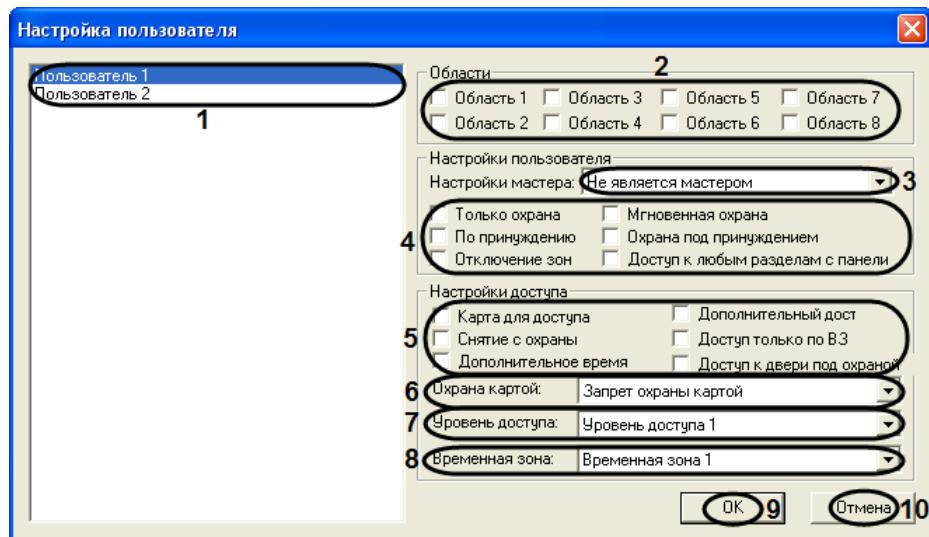

Рис. 3.2—7. Настройка пользователя
4. Список 1 (см. Рис. 3.2—7, 1) содержит пользователей, зарегистрированных в ПК ACFA *Intellect*. Данные пользователи считаются также пользователями системы *Digiplex EVO*. Выделить мышью пользователя, настройки которого требуется изменить.
5. Установить флагки в группе **Области** (см. Рис. 3.2—7, 2) для выбора разделов системы *Digiplex EVO*, к которым требуется присвоить пользователя.